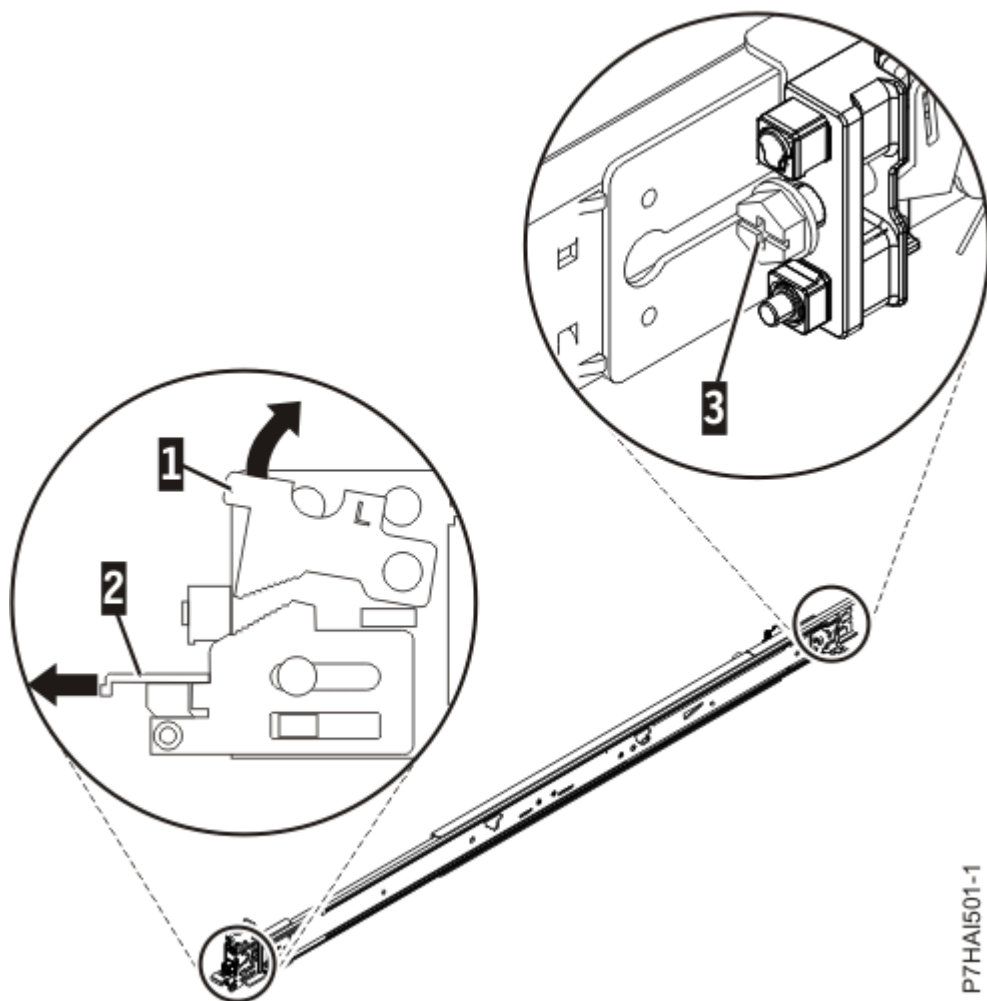

Figura 2: Abrindo a Trava Frontal e Removendo o Parafuso Traseiro
2. Empurre para cima a aba de travamento **(1)** na parte frontal e retire a trava frontal **(2)** na parte frontal do trilho. Em seguida, remova o parafuso da parte traseira do trilho **(3)**. Para obter detalhes, consulte Figura 2 na página 5.